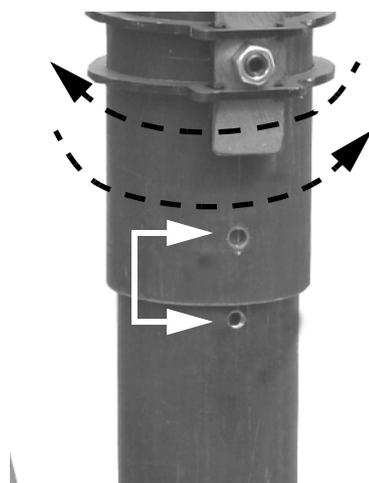
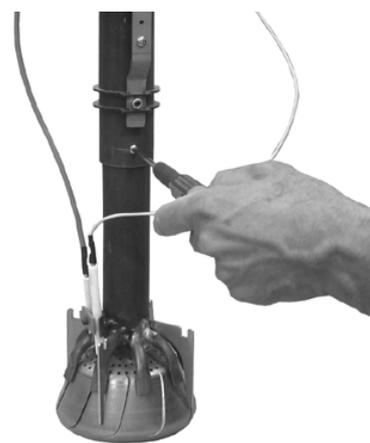

Fig. 14
Fig. 15
- 2 Abbassare la parte terminale della testa di combustione, muovendola con leggera rotazione alternata, fino a che i fori indicati coincidono (Fig. 14) e fissare la vite indicata in Fig. 15.